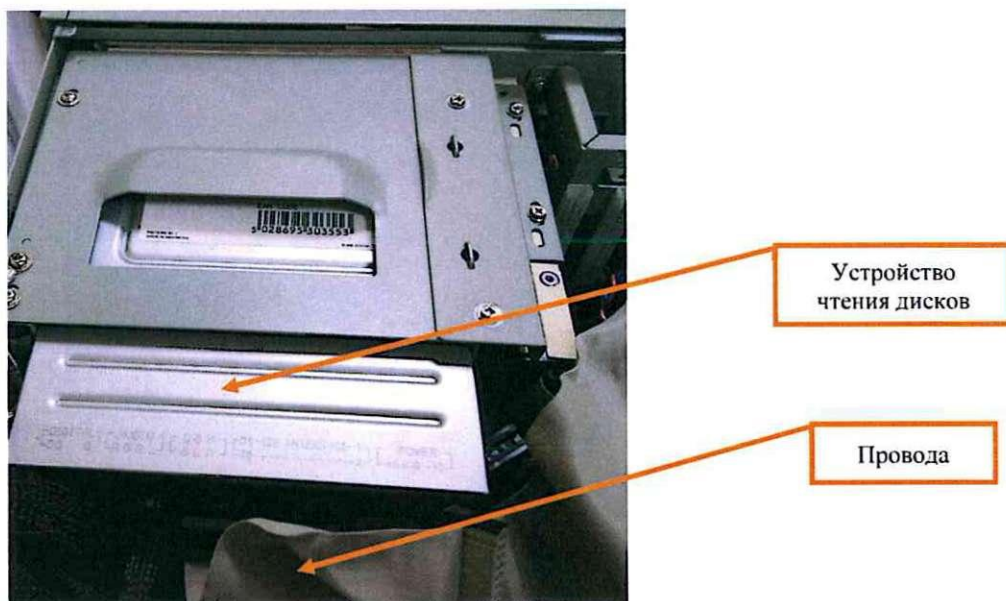

Рисунок 22. Устройство чтения дисков и провода
7.3.13 Произвести очистку устройства для чтения дисков и места его установки с помощью чистящей салфетки; с помощью кисти с мягким ворсом очистить провода, к нему подключенные (Рисунок 22).